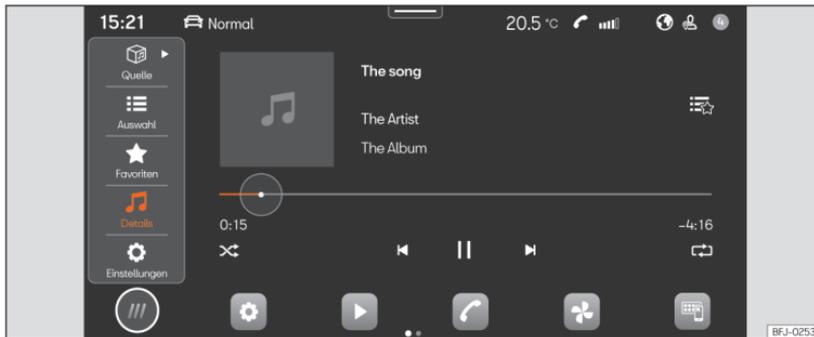

Abb. 161 Schematische Darstellung: Ansicht Medien.
- Drücken Sie **HOME** > ► ►► (Abb. 161).